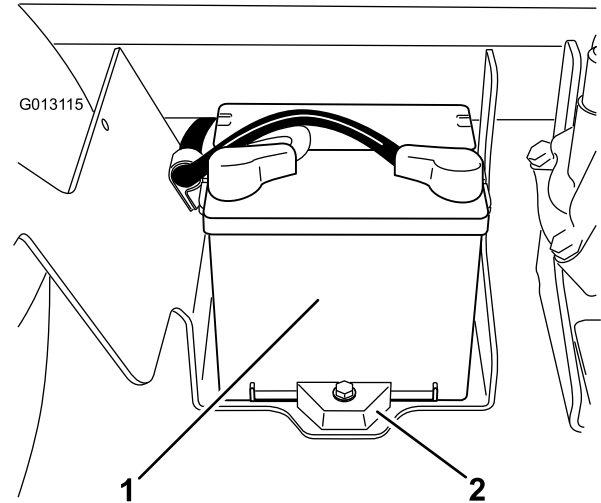

Figura 57
2. La batería está situada en el lado derecho de la máquina, detrás de la bomba (Figura 57).
5. Retire el dispositivo de sujeción de la batería y los herrajes (Figura 57).
2. Instale el dispositivo de sujeción de la batería, fijándolo con los herrajes que retiró anteriormente (Figura 57).
4. Instale la tapa de la batería y fíjela con los 2 pomos (Figura 57).
1. Afloje los pomos de los lados de la caja de la batería y retire la tapa de la batería (Figura 57).